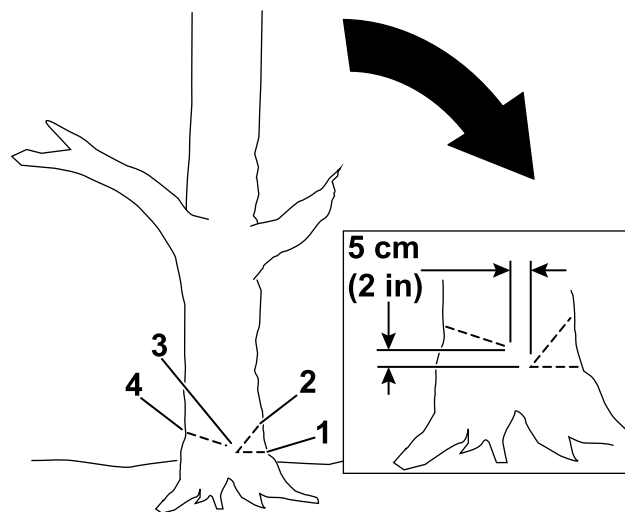

Figure 16
- 4. Commencez par couper le tiers du diamètre de l'arbre, du côté où vous voulez qu'il tombe (Figure 16).
- 5. Faites une deuxième coupe oblique pour former une encoche, en commençant au moins 5 cm (2 po) au-dessus de la première coupe (Figure 16).
- 6. Faites le trait d'abattage du côté opposé à l'encoche et environ 5 cm (2 po) plus haut que le bas de l'encoche, comme montré à la Figure 16.
**Important:** Arrêtez la troisième coupe 2,5 à 5 cm (1 à 2 po) avant l'encoche pour former une charnière entre les coupes (Figure 16), ce qui empêche l'arbre de tomber dans la mauvaise direction ou de pivoter dans sa chute.
**Remarque:** Quand le trait d'abattage approche de la charnière (Figure 16), l'arbre devrait commencer à tomber.